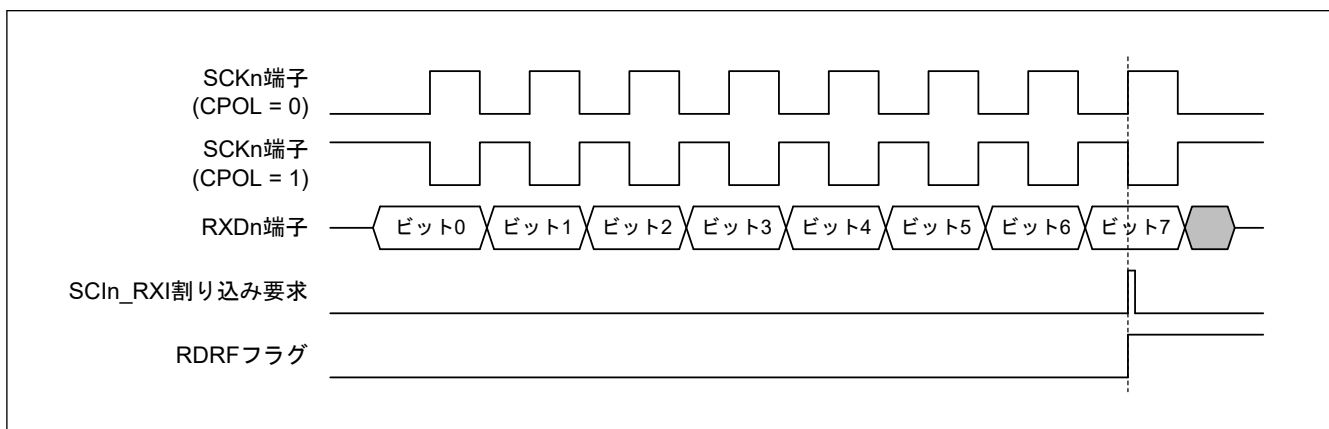

図 28.122 簡易 SPI モードにおける SCIn\_RXI 割り込みの発生タイミング (クロック遅れあり)
- クロック遅れあり (CCR3.CPHA ビット=0) では、図 28.122 に示すように、SCKn 端子の最終クロックエッジ手前のクロックエッジで受信データフル割り込み (SCIn\_RXI) が発生します。CCR0 レジスタの TE ビットと RE ビットを SCKn 端子の最終クロックエッジより前に 0 にすると、SCKn 端子出力がハイインピーダンスとなり、送受信クロックの最後のクロックパルス幅が短くなります。また、SCIn\_RXI 割り込みの発生によって、SCKn 端子の最終クロックエッジより前に接続先スレーブの SSn 端子入力信号が High になった場合、スレーブが誤動作する可能性があります。